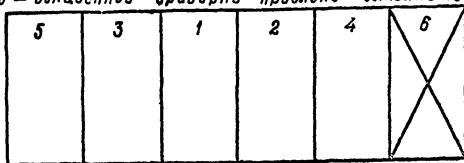

Рис. 1
3. Для 2^й-6^й секционной градири используется монтажная схема на листе ЭЛ-15-2. При привязке вычеркнуть панели неустановленных вентиляторов. Например: Для 5^й секционной градири привязку выполнить как показано на рис. 1.